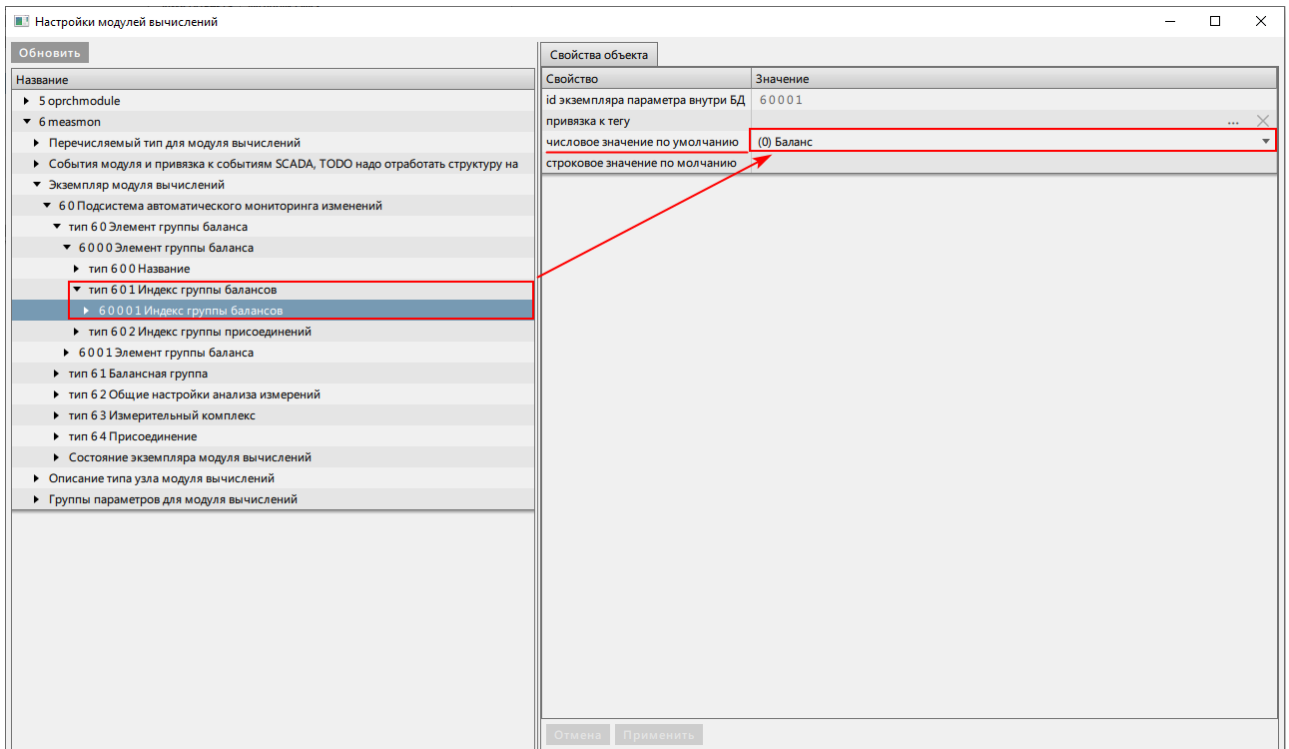

Рисунок 448 - Индекс группы балансов
- У каждого элемента группы балансов раскройте узел **тип 6 0 1 Индекс группы балансов** и напротив строки **числовое значение по умолчанию** выберите значение из выпадающего списка (Рисунок 448).